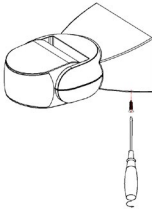

Figura 1
- Aloje el tornillo en la parte posterior y descargue la parte inferior (consulte la figura 1).